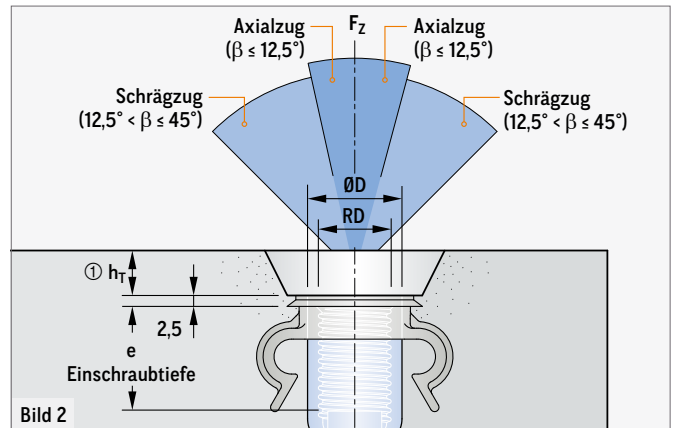

Bild 2
① Die Einbautiefe h_T des jeweiligen Aussparungstellers ist zu berücksichtigen (Bild 2). Hierfür sind die zugehörigen Verwendungsanleitungen zu beachten.
② Auch in Ausführung Edelstahl erhältlich (Artikel-Nr. 75SA__VA).